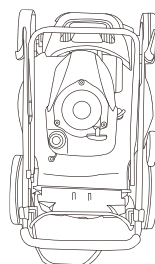

Fig. 12 Position repliée
1. Desserrer le kit de montage (22), placer la poignée inférieure (7) à la hauteur souhaitée et resserrer le kit de montage pour la fixer en position.
2. Libérer les leviers de fixation (10) pour plier la poignée pour le stockage. S'assurer que les câbles (5, 6, 25) ne sont pas coincés (Fig. 12).